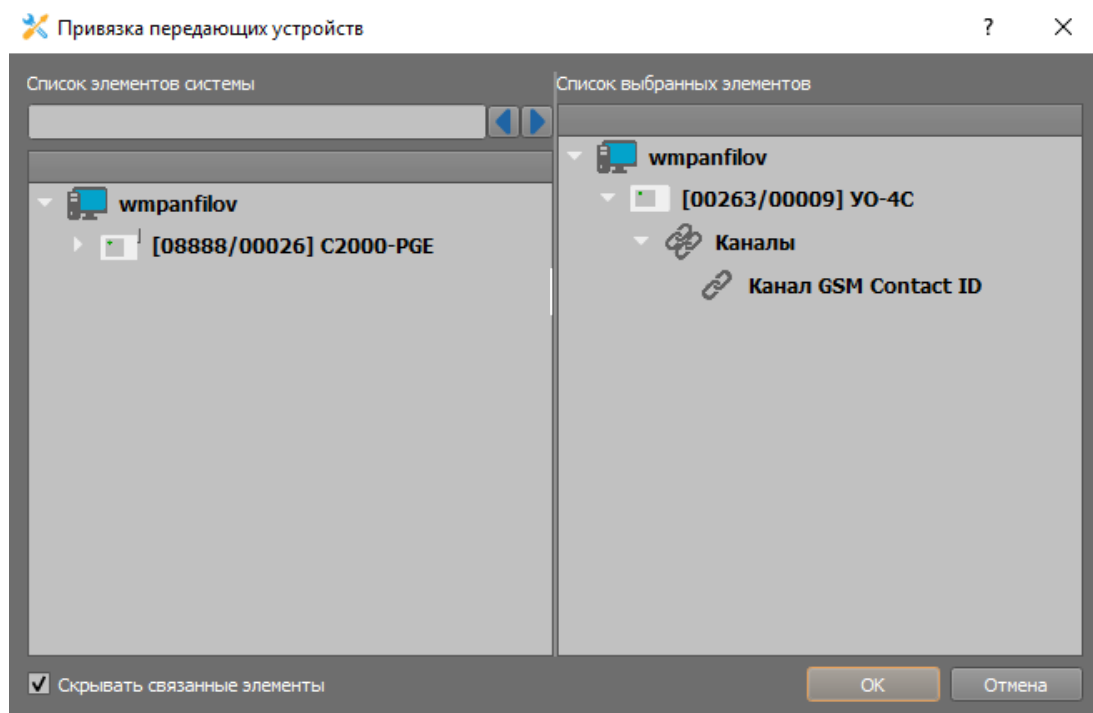

Рисунок 2-46. Привязка канала «УО-4С» к каналу УОПа
6. Двойным нажатием на свободное место таблицы привязки вызовите окно мастера привязки каналов ПОО к каналам УОПа. В списке свободных элементов системы найдите созданный канал ПОО «УО-4С» и перетащите его в список выбранных элементов, нажмите «ОК». После завершения работы мастера привязки в таблице будет показан привязанный канал и полный путь до ПОО «УО-4С» (Рисунок 2-46). Примените изменения, нажав на кнопку «Применить».